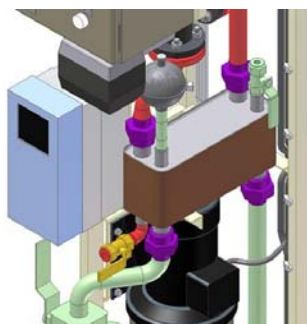

图 4.2-3
1. 排除一次回路和二次回路内的液体。二次回路通过阀 V163（图 4.2-3 中的黄色部分）排水。一次回路通过阀 V301 和阀 V302（参阅图 2.2-2 中的 P&ID）排水。
将一次回路和二次回路与单元的连接（图 4.2-3 中的紫色部分）断开。连接头可用扳手打开。